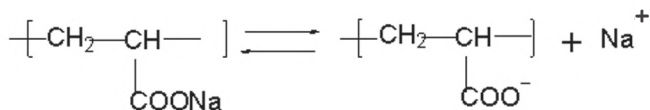

Рис. 5.9. Схема реакции диссоциации полимерной соли акриловой кислоты с образованием полимерного аниона и катионов металла
1. Яркий пример зависимости вязкости полимерных систем от жесткости цепи полимеров дает эффект т. н. «полиэлектролитного набухания». Представьте себе, что макромолекула содержит в своем составе хорошо диссоциирующие группы, как, например, в соли полиакриловой кислоты. Этот процесс можно изобразить понятной для читателей, знакомых с школьным курсом химии, обратимой реакцией (рис. 5.9). Далеко не в первый раз мы сталкиваемся здесь с «полимерной спецификой». Одноименные заряды в полном соответствии с законом Кулона отталкиваются с силой, пропорциональной их произведению и обратно пропорциональной квадрату расстояния между ними. В растворах низкомолекулярных веществ это приводит к равномерному и максимально удаленному друг от друга расположению одноименно заряженных ионов по объему раствора. В растворах полимерных электролитов удалению зарядов друг от друга препятствует сама макромолекула, которая в этих условиях, естественно, стремится максимально распрямиться. Такому распрямлению соответствует увеличение жесткости цепи, макромолекула приближается по форме к жесткому стержню (помните rodlike-полимеры?). Макроскопически это проявляется в чрезвычайно сильном и эффектном росте (в несколько тысяч раз) вязкости раствора при добавлении в раствор полимера ничтожного количества щелочи.